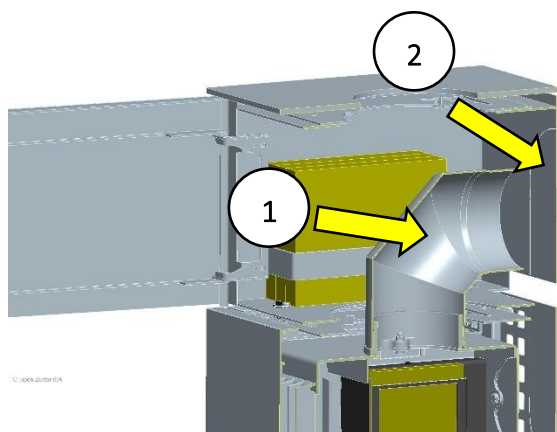

Fig. 23 : Installation du coude du tuyau de fumée
2. Insérer le coude du tuyau de fumée comme indiqué dans Fig. 23 Pos.1 et découper le raccordement prédécoupé (Fig. 23 Pos.2) à l'arrière du module accumulateur de chaleur.